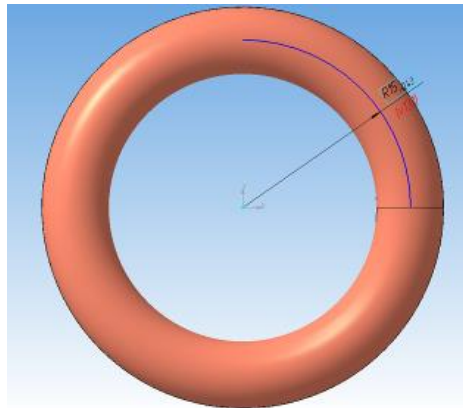

Рис. 10.3. Проведение дуги окружности
4. Выделяем плоскость ху и создадим на ней эскиз — дугу окружности радиусом 15 мм с центром в начале координат (рис. 10.3).